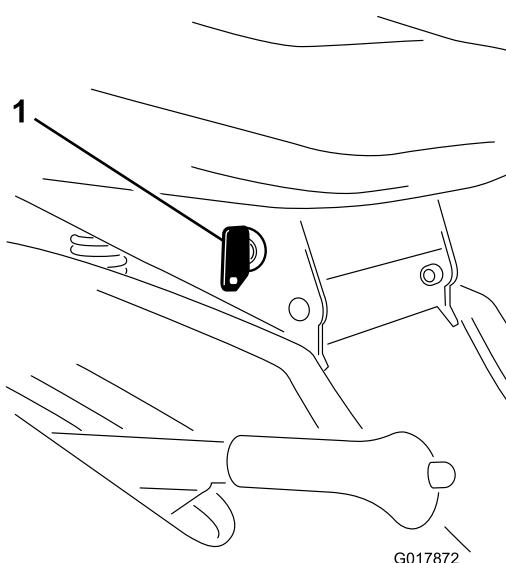

Bild 10
KeyChoice-Schalter, der sich in der Nähe der Sitzhalterung befindet, deaktivieren (Bild 10).
2. Stecken Sie den KeyChoice – Schlüssel in das Zündschloss (Bild 10).